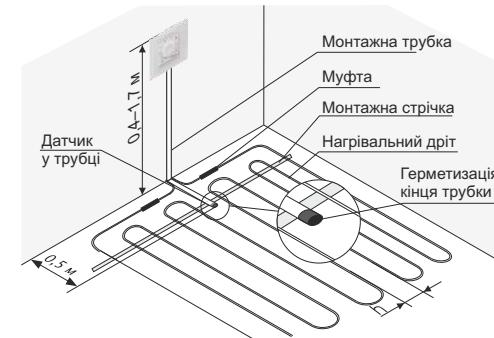

Рисунок 1. Монтаж терморегулятора і системи тепла підлоги
- закріпити терморегулятор в монтажній коробці. Для чого необхідно зняти лицьову рамку, підчепивши її з боку викруткою, вставленою в паз (рис. 1). Помістити терморегулятор в монтажну коробку і закрутити монтажні гвинти.